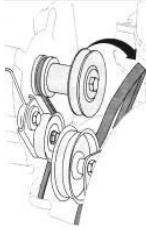

Fig.12
3. Rulați cureaua de acționare a frezei de pe roata de transmisie a motorului. Vezi Fig. 12.